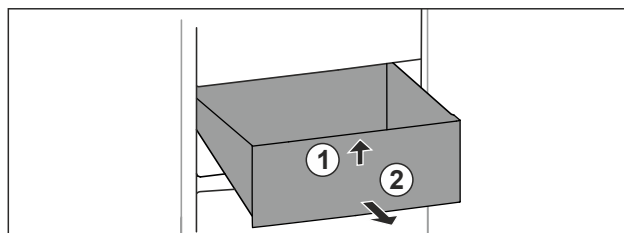

Fig. 115
- Sollevare il cassetto dal davanti. Fig. 115 (1)
- Rimuovere il cassetto tirandolo in avanti. Fig. 115 (2)